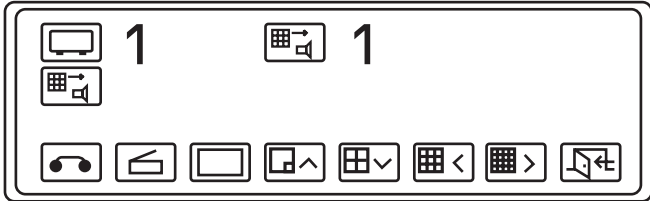

Figura 63. Menu di controllo MUX
- 2. Premere . Ciascun ingresso MUX è associato ad un ingresso telecamera. La Figura 63 riporta il MUX 1 controllato.